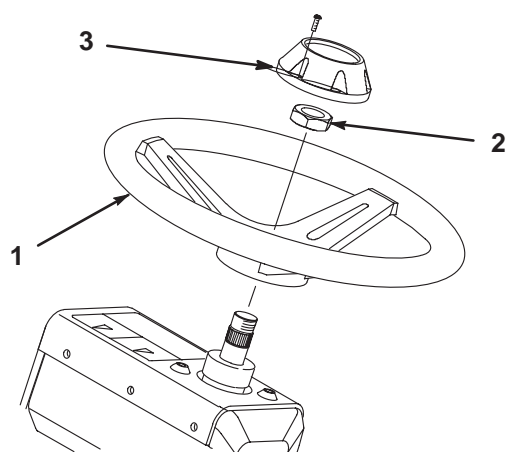

図 5
2. ジャムナットで固定し (図 5) 4.8 kg・m にトルク締めする。